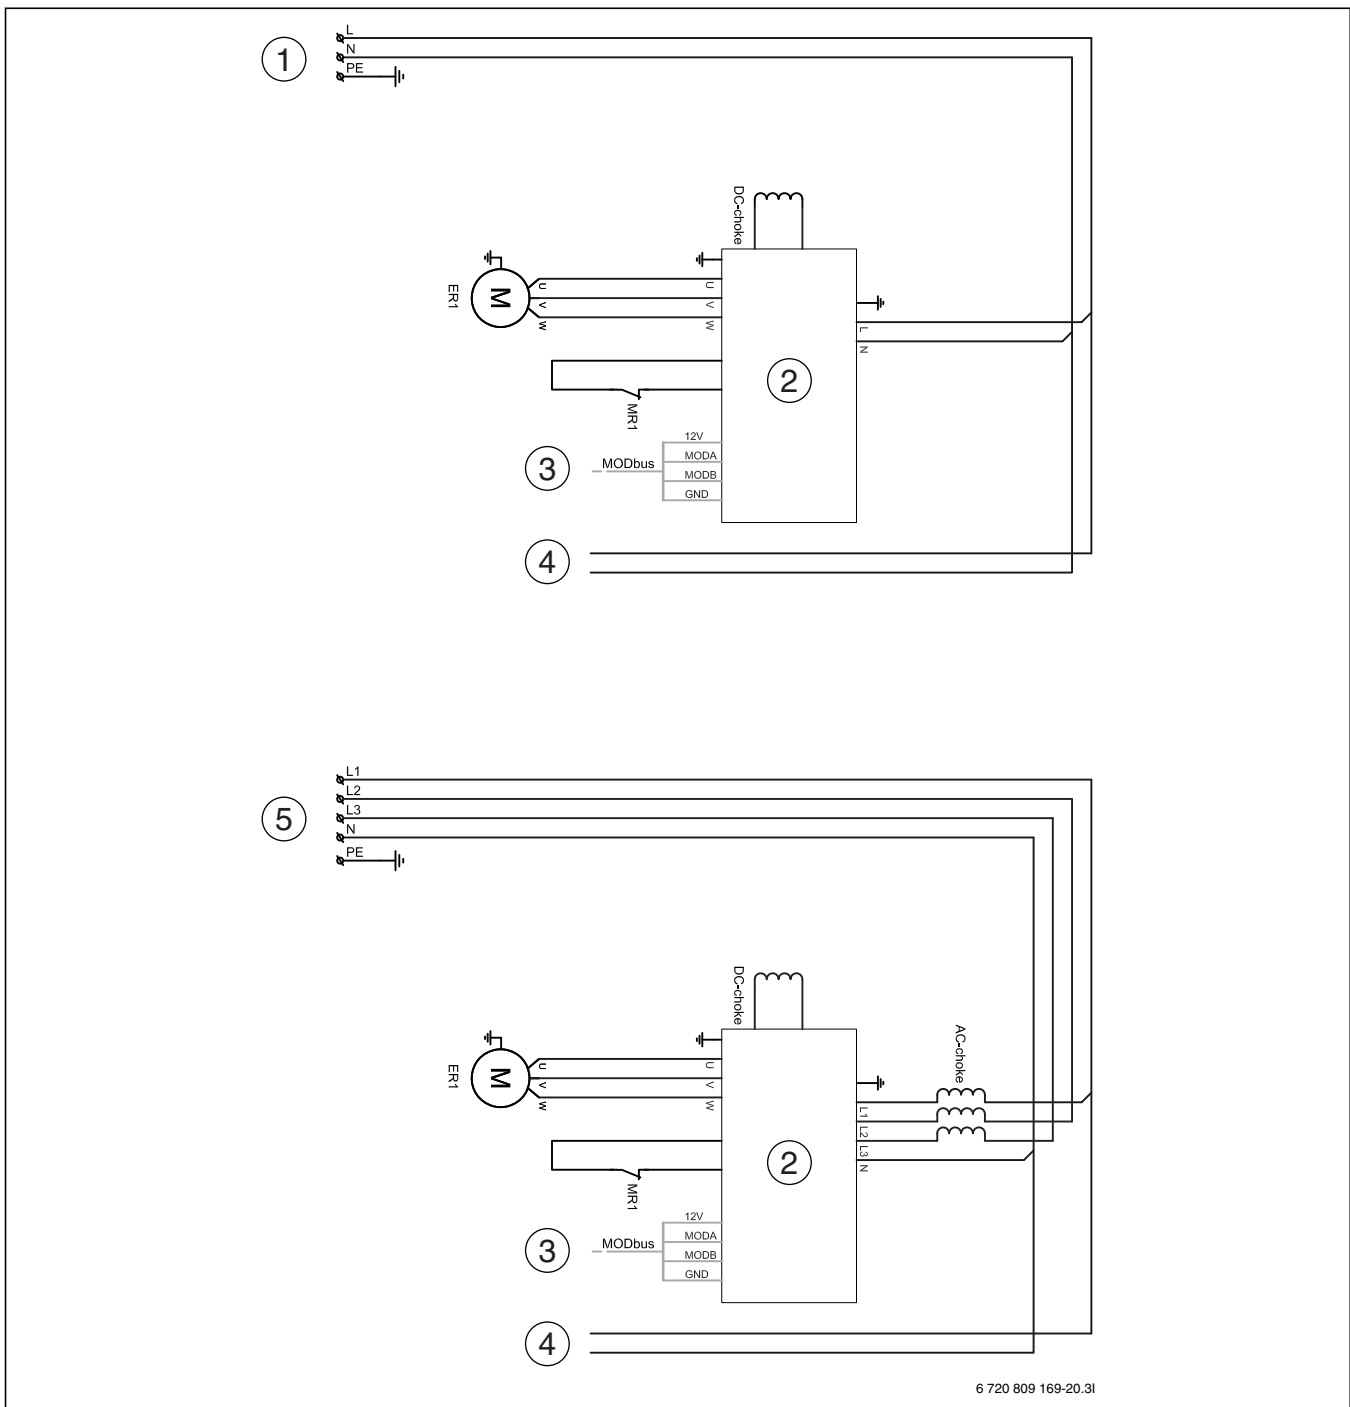

Рис. 20 Электропитание преобразователя
- [1] Рабочее напряжение 230 В~ ([4] рис. 20)
- [2] MOD-BUS от инвертера ([3] рис. 20)